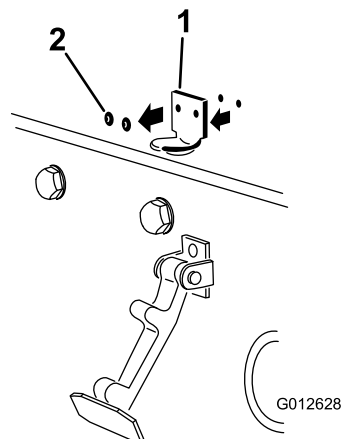

Figura 3
2. Retire os (2) rebites que prendem o suporte do trinco do capot ao capot (Figura 3). Retire o suporte do trinco do capot do capot.